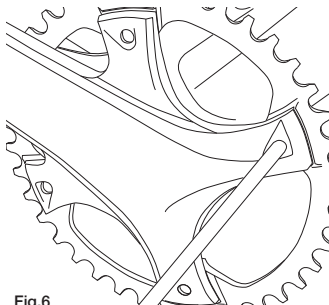

Fig.6
- También se puede acceder a los tornillos desde la parte exterior de la bicicleta, pero procure no dañar la superficie del conjunto de platos y bielas y recuerde que el sentido de rotación de la llave será opuesto al sentido normal (Fig. 6).